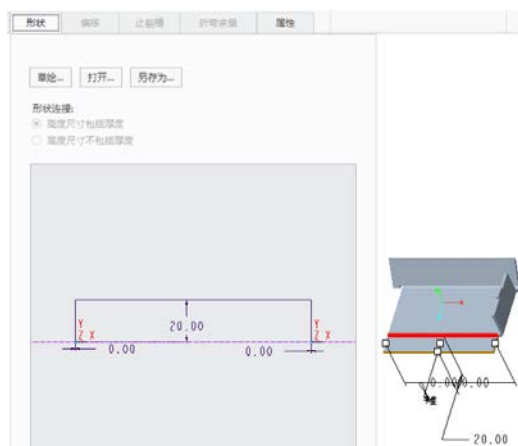

图 1-114 修改矩形尺寸
(4) 打开“形状”面板，修改矩形的形状尺寸，如图 1-114 所示。